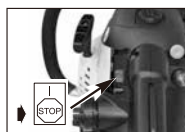

Fig. 9G
2. Tryck ned stoppknappen för att stoppa motorn Fig. 9G.